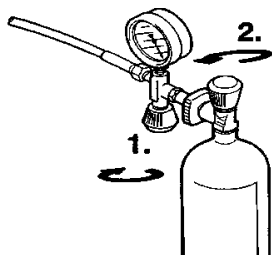

Рисунок 8 - Заполнение баллона
- открыть заправочный вентиль 1 (рисунок 8) заправочного штуцера, вращая маховик вентиля, против часовой стрелки до упора;
- открыть вентиль баллона (2) – баллон будет заполняться;